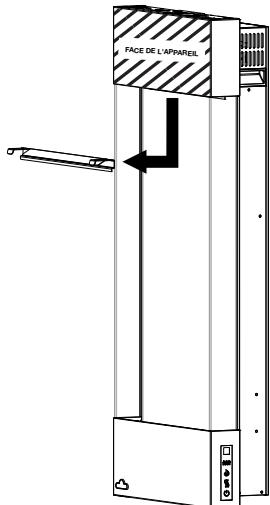

Fig. 1
1. Retirez le support de retenue en retirant les 2 vis (**Fig. 1**). **Notez l'orientation du support de retenue.**